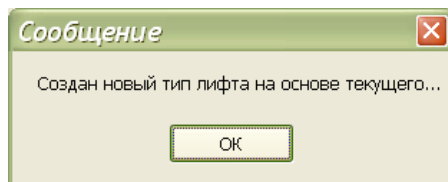

Рисунок 72
23) Настроить программу для обработки контролируемых сигналов нового типа лифта. Для этого на вкладке «Настройка сигналов» нажать на кнопку «Создать новый тип лифта». Новый тип лифта будет создан на основе текущего типа (рисунок 72).